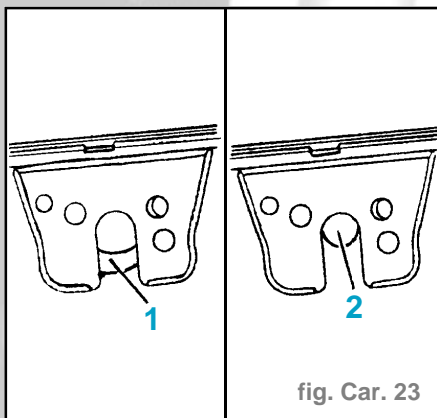

fig. Car. 23
- Déverrouiller la partie supérieure de la serrure du hayon en appuyant sur le bouton-poussoir, placé sur la poignée de hayon (fig. Car. 23).